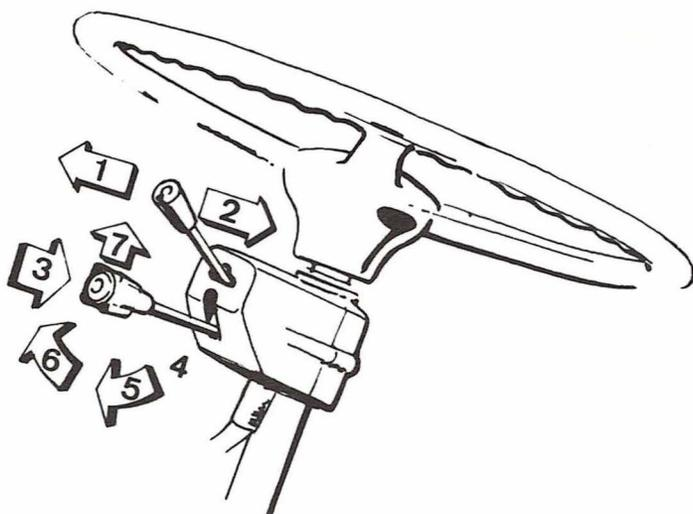

Fig. 1.6. - Mando luces.
1.7 CONJUNTO MANDO LUCES (Fig. 1.6)